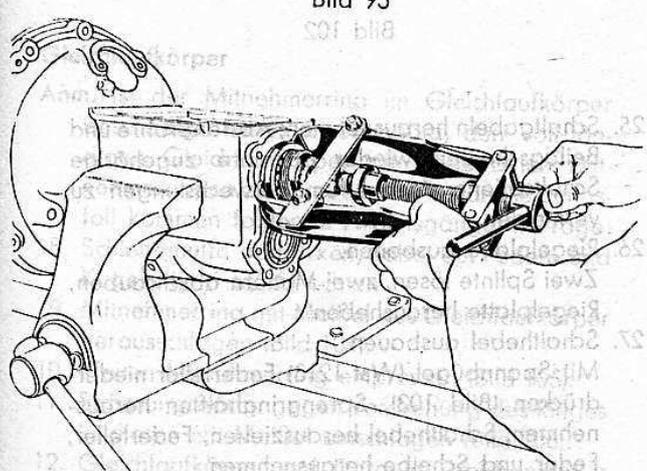

Bild 96
- 9. Hinteres Lager von Hauptwelle gleichzeitig mit Abstandring, Schraubenrad für Geschwindigkeitsmesserantrieb, Abstandring und Ölscheibe mit Abzugbügel Wst 1220/1/2 abziehen (Bild 96).